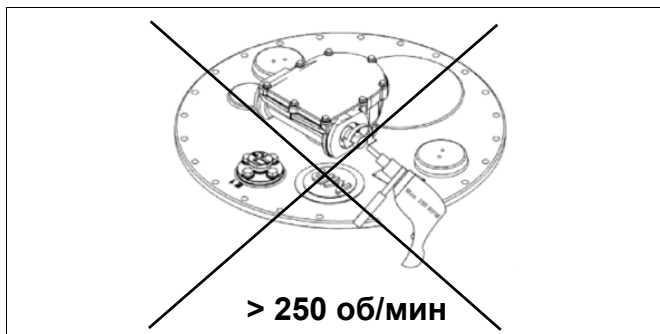
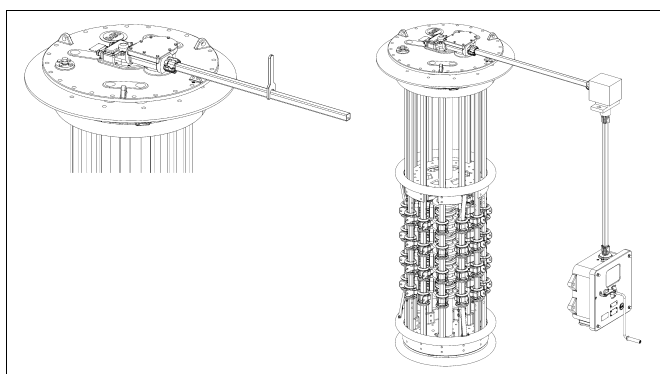

рис. 130
рис. 131
- Работы по настройке разрешается производить исключительно в ручном режиме (**рис. 130, рис. 131**).